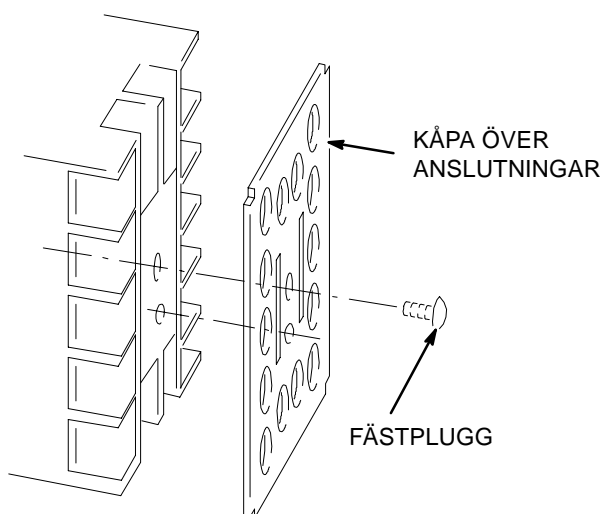

Fig. 12
1. Ta bort fästpluggen som håller fast kåpan över anslutningarna om den är en äldre E5CK-regulator som byts ut. Ta bort kåpan (Fig. 12).